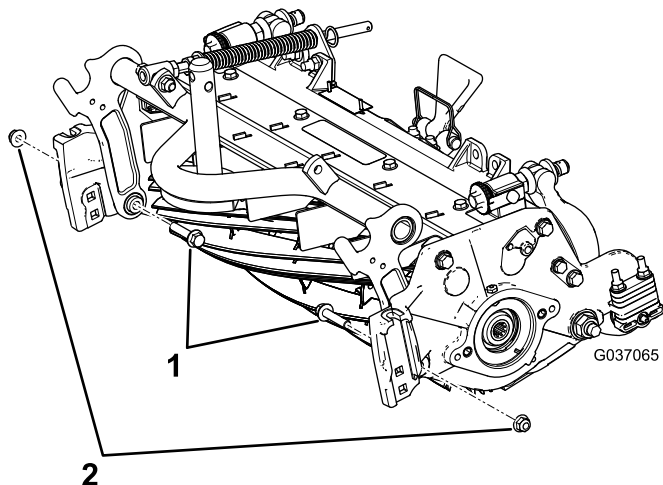

Figura 5
- B. Instale os dois parafusos de cabeça flangeada existentes no interior da unidade de corte e prenda-os com as porcas de bloqueio flangeadas de $\frac{3}{8}$ pol. (Figura 5).